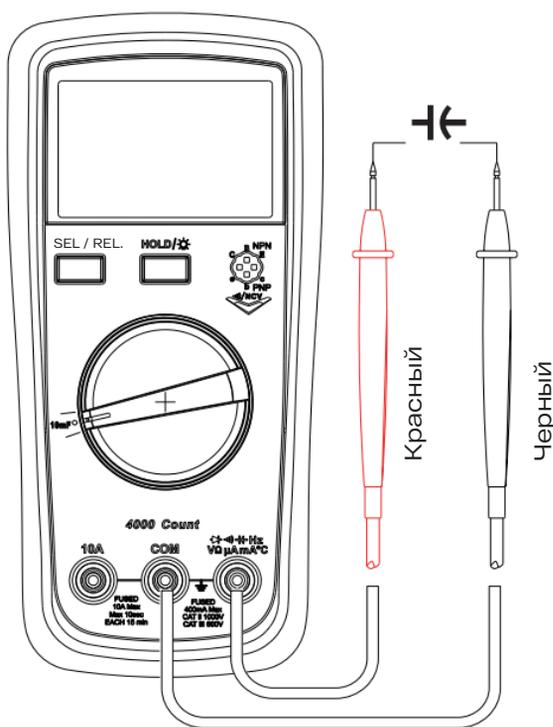

Рис. 4. Измерение емкости
6. Измерение емкости (см. рис. 4).